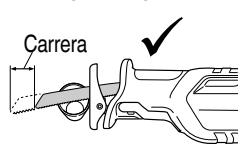

Fig. 15
- Seleccione una hoja de sierra del largo más apropiado. Lo ideal sería que el largo que sobresale de la base de la hoja de sierra después de restar la carrera sea mayor que el del material (consulte las Fig. 15 y 17).